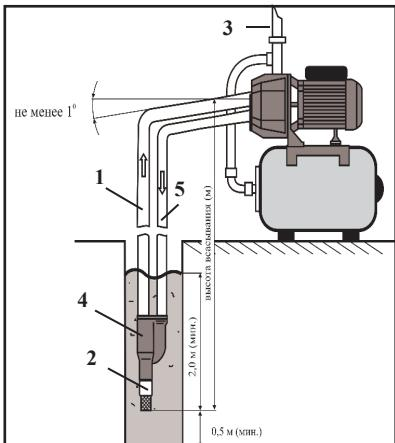

рис. 3
**6.3.2** Установите станцию на ровной, твёрдой поверхности. Всасывающую трубу/шланг 1 (рис.3) подсоедините к входному отверстию в корпусе насоса, расположите под углом к входному отверстию ,другой конец всасывающей трубы/шланга присоедините к подающему патрубку собранного эжектора 4 (рис.3).
**6.3.3** Рециркуляционную трубу/шланг 4 (рис.3) подсоедините к выход-
ному отверстию (для эжектора) в корпусе насоса, расположите под углом к выходному отверстию, другой конец рециркуляционной трубы присоедините к собранному эжектору 4 (рис.3).
**Внимание!** Для оптимального функционирования насоса станции рекомендуется эжектор оснащать обратным клапаном 2 (рис.3) (в комплект поставки не входит).